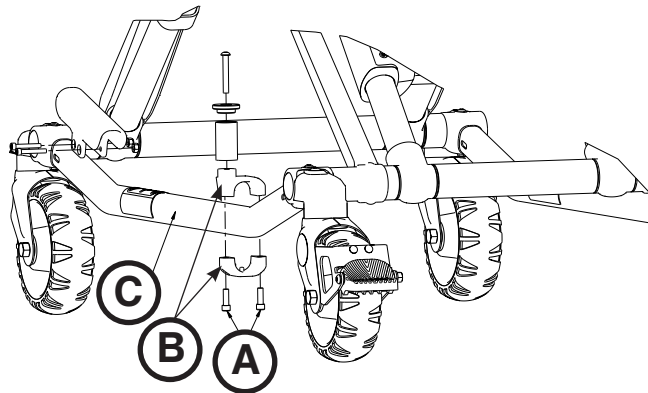

Figura 53
1. Con un destornillador Torx T30, extraiga los dos tornillos de cabeza hueca (A) que sujetan los soportes del pasador (B) a la estructura de la base (C) (figura 53). Guarde ambos tornillos para cuando tenga que instalarlos de nuevo.